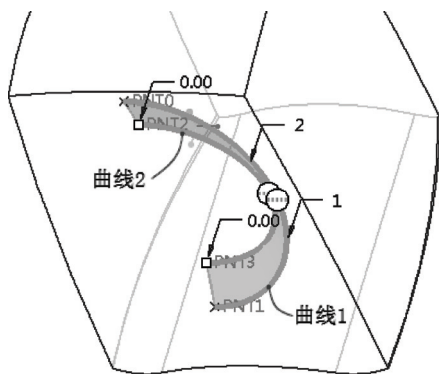

图 12-101 指定第一方向链
2) 选择图 12-101 所示的曲线 1, 接着按住〈Ctrl〉键的同时选择曲线 2, 这两条曲线作为第一方向链。